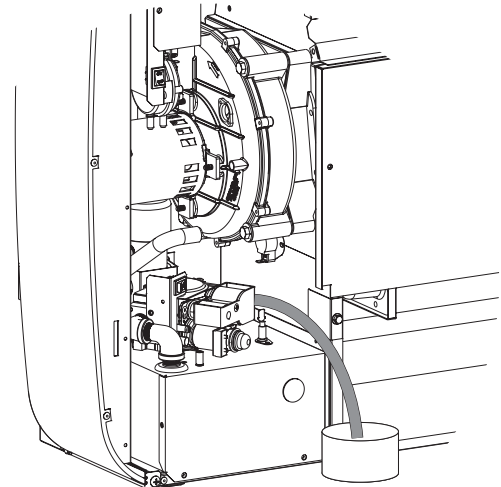

Figure 66
5. Vidanger l'extrémité dans un récipient. S'assurer de l'absence d'affaissements et de plis dans le tuyau qui pourraient nuire à la vidange. **Voir Figure 66.**